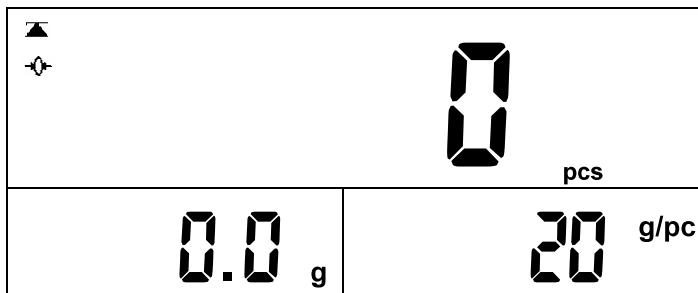

图 13
- 注：①采样时重量不得低于20e，建议 $\geq 500e$ 。
②在输入单重时，输入的单重不得小于 $1/10d$ 。
③当取样不足和单重不足时指示符点亮后，请继续加载样本。
①输入已知的待称物品的单重。(图 13)